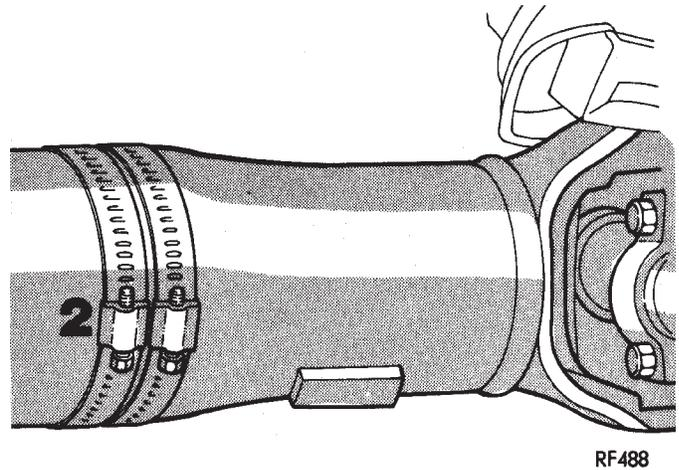

Abb. 7 Zwei Rohrschellen in derselben Position
(11) Wenn die Rohrschelle an allen vier Positionen eingebaut war, und die Schwingungen unverändert auftraten, werden sie wahrscheinlich nicht durch eine Unwucht der Gelenkwelle hervorgerufen.
(12) Falls die Schwingungen mit schwächerer Intensität auftraten, eine zweite Rohrschelle anbauen (Abb. 7) und die Prüfung wiederholen.